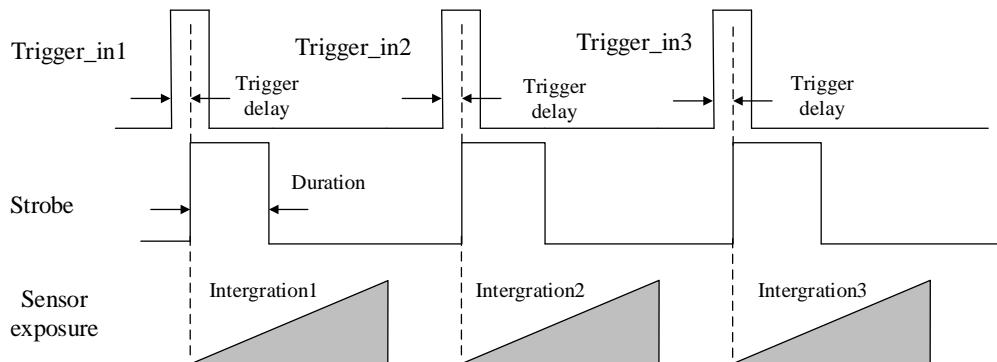

图5-7 Strobe 持续时间时序
- 当 *Strobe Line Duration* 参数值为非 0 时，*Strobe* 高电平延续时间等于 *Strobe Line Duration* 参数值，如图 5-7 所示。